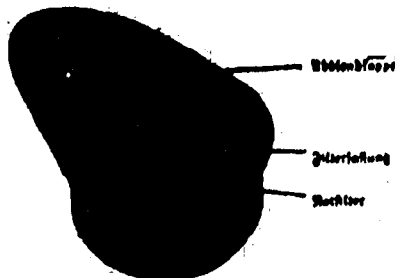

Bild 26
40. Das Einblickfilter (Bild 26) findet Verwendung, wenn die Gegenstelle mit Rotfilter arbeitet. Zu diesem Zwecke wird es auf den Einblödfutzen des Sichtfernrohres bzw. des DF 6×30 gesetzt. Das Filter absorbiert die gesamten Lichtstrahlen außer den roten, wodurch das rote Blinklicht wieder deutlich aus der Umgebung hervortritt.